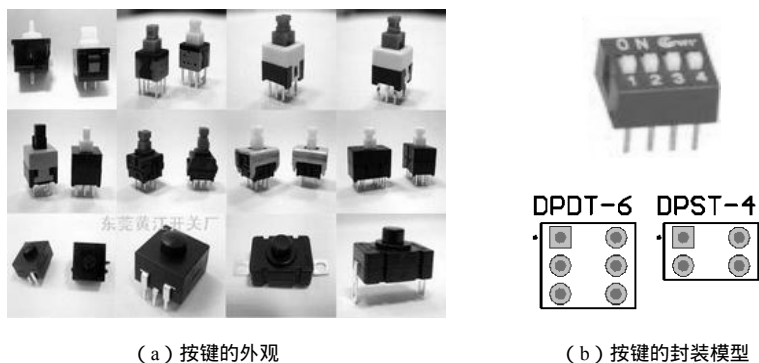

图 3.7.36 按键
(7) 按键开关：按键的种类也有很多。安装在 PCB 板上的小型按键比较常见的有 6 脚自锁按键和 4 脚普通按键，如图 3.7.36 所示。